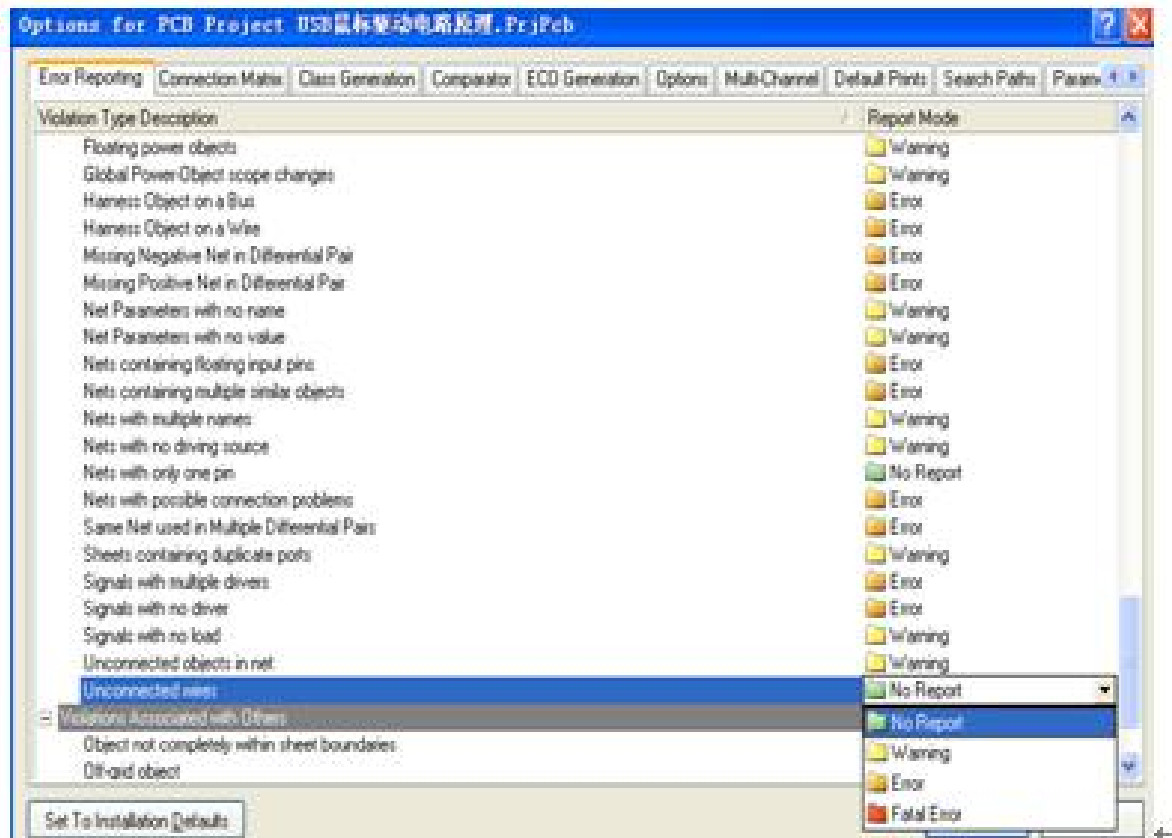

图 3-88 将 Unconnected LinesError 改为 No Report
- 3) 单击菜单栏中的“**Project**项目|**Project Options**项目选项”命令，系统将弹出的**Options for PCB Project USB 鼠标驱动电路.PrjPCB**项目的选项对话框，在**Violations Associated with Nets**与网络关联的违例样中的最后一个**Unconnected Lines**原理图中存在未连接的导线后面的报告从**Error**改为**No Report**，如图3-88所示。